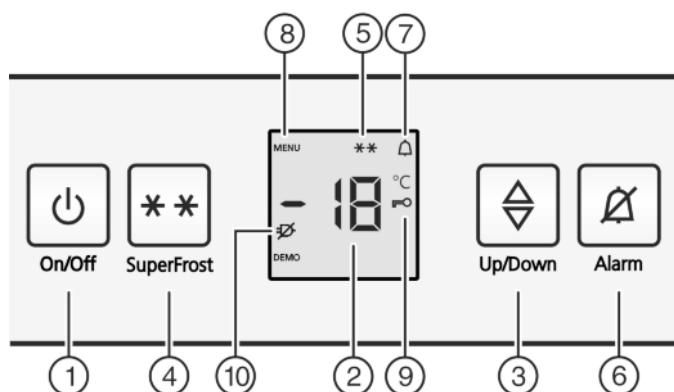

Fig. 2
- Символът SuperFrost Fig. 2 (5) мига заедно с температурния индикатор.*
- ▶ Натиснете бутона On/Off Fig. 2 (1).
- ▶ Активирате на режим настройки: Натиснете бутона SuperFrost Fig. 2 (4) за ок. 5 секунди.
- ▷ На индикатора се показва символът Меню Fig. 2 (8)
- ▶ Потвърдете чрез кратко натискане на бутона SuperFrost Fig. 2 (4).
- ▷ Символът Защита от деца Fig. 2 (9) светва на индикатора.
- ▶ Натиснете за кратко бутона On/Off Fig. 2 (1).
- ▷ Символът Защита от деца Fig. 2 (9) угасва.
- ▶ Натиснете бутона Аларма Fig. 2 (6).
Заедно с това температурният индикатор и графичният символ Аларма Fig. 2 (7) мигат.
Сирената автоматично спира, символът Аларма Fig. 2 (7) изгасва и температурният индикатор спира да мига, когато температурата отново е достатъчно ниска.